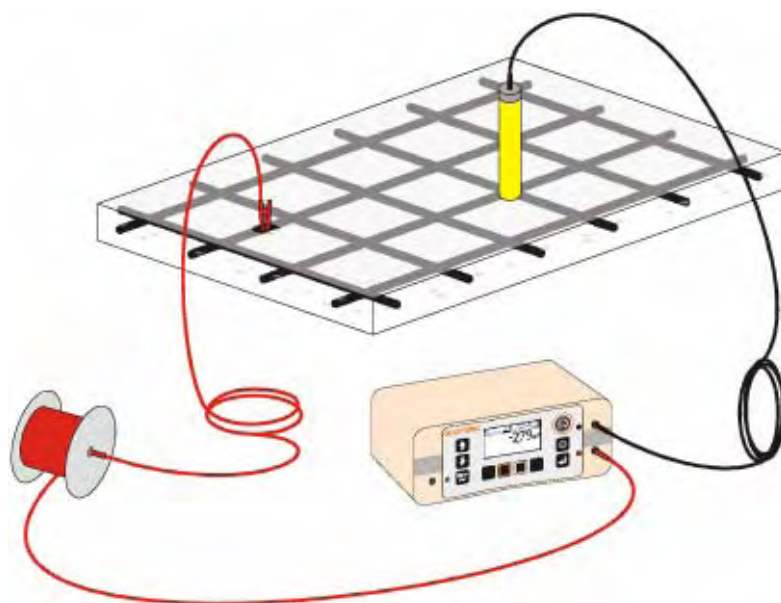

図20: ハーフセル計測のための典型的な計器配置
6. 赤色ケーブルと延長用リールを、露出した鉄筋と鉄筋探査機の赤色ターミナル部に接続して下さい。(図20)